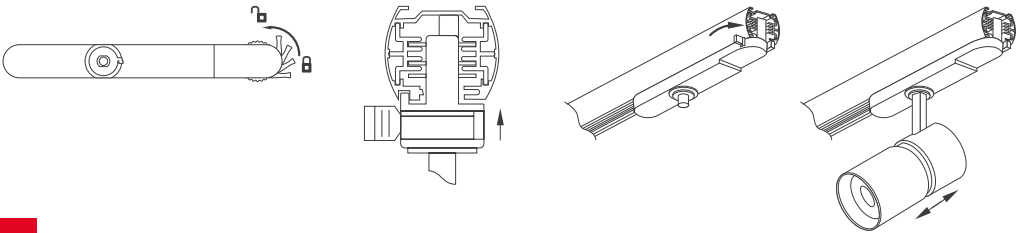

Рис. 3. Установка светильника в трек и регулировка угла излучения
- 3.9. Отрегулируйте необходимый угол излучения, переместив нижнюю часть светового модуля вниз/вверх (как показано на рис. 3).